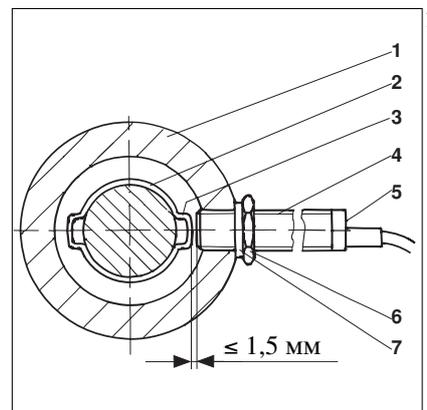

Рис. 23–4 Установка датчика вентилятора
2. Датчик установить в опору вала вентилятора так, чтобы он касался упора. После этого сделать половину оборота назад (максимальное расстояние 1,5 мм), см. рис. 23–4.